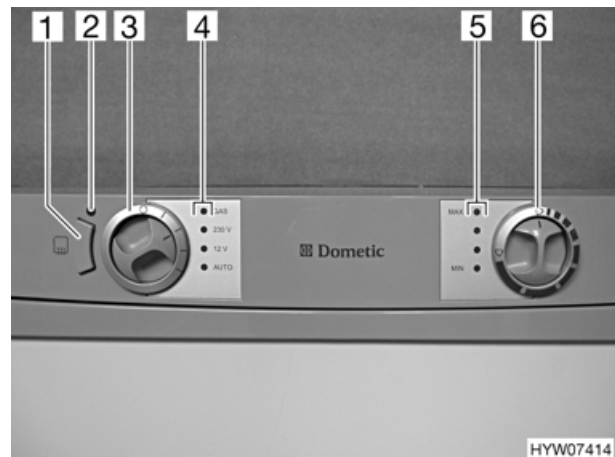

Bild 80 Bedienelemente für Kühlschrank
Bei hohen Außentemperaturen und hoher Luftfeuchtigkeit kann es zur Wassertropfenbildung am Metallrahmen des Frosterfachs kommen. Deshalb ist der Kühlschrank mit einer Rahmenheizung für das Frosterfach ausgestattet. Bei hohen Temperaturen und hoher Luftfeuchtigkeit die Rahmenheizung über die Taste (Bild 80,1) einschalten. So lässt sich Korrosion vermeiden. Wenn die Rahmenheizung eingeschaltet ist, leuchtet die Kontroll-Leuchte (Bild 80,2).
Ist die 230-V-Versorgung nicht angeschlossen und ist der Fahrzeugmotor ausgeschaltet, wählt das AES die Gasversorgung. Beim Anwählen des Gasbetriebs wird die Zündsicherung automatisch geöffnet, so dass Gas zum Brenner strömen kann. Gleichzeitig wird der elektronische Zünder eingeschaltet. Erlischt die Gasflamme, z. B. durch einen Luftzug, wird der Zünder sofort aktiviert und zündet das Gas wieder an. Bei Störung im Gasbetrieb blinkt die Kontroll-Leuchte "GAS" (Bild 80,4) rot.
- ▷ Im Tankstellenbereich ist das Betreiben offener Flammen verboten. Falls der Aufenthalt länger als 15 Minuten dauert, muss der Kühlschrank am Energie-Wahlschalter (Bild 80,3) ausgeschaltet werden.
Nach dem Einschalten wählt der Kühlschrank automatisch die mittlere Thermostateinstellung. Diese Einstellung kann manuell mit dem Drehregler (Bild 80,6) nachgeregelt werden. Die Kontroll-Leuchten (Bild 80,5) zeigen die gewählte Thermostateinstellung an. Mit dem Drehregler wird die Kühltemperatur für alle drei Energiearten eingestellt. Es dauert einige Stunden, bis der Kühlschrank die normale Betriebstemperatur erreicht hat. Beim Umschalten der Betriebsart wird die Thermostateinstellung beibehalten. Die Kühltemperatur wird unabhängig von der Energieart beibehalten.
- Mit dem Energie-Wahlschalter (Bild 80,3) die Energieart wählen. Die zugehörige Kontroll-Leuchte (Bild 80,4) leuchtet grün.
- Kühltemperatur am Drehregler (Bild 80,6) einstellen. Die Kontroll-Leuchten (Bild 80,5) zeigen die gewählte Thermostateinstellung.
Bei Störung im Gasbetrieb blinkt die Kontroll-Leuchte "GAS" (Bild 80,4) rot.
- Den Energie-Wahlschalter (Bild 80,3) auf "0" drehen. Keine Kontroll-Leuchte (Bild 80,2) leuchtet mehr.